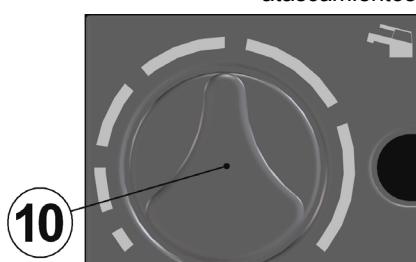

Fig. 2.7
Inoltre, nel caso che la quantità di calcare presente nell'acqua sia particolarmente elevata, **non oltrepassando la posizione di fig. 2.7** della manopola di regolazione temperatura bollitore sanitario (10), si renderanno minimi i fastidiosi fenomeni di deposito di incrostazioni ed intasamenti.
In addition, if the water is particularly calcareous, you can minimize the bother of scale and clogging by **not moving** the domestic hot water storage heater temperature adjustment knob **fig. 2.7 beyond the position indicated.**
Además, en caso de que la cantidad de cal presente en el agua sea muy elevada, **sin sobrepasar la posición de la fig. 2.7** del mando de regulación de la temperatura hervidor agua sanitaria (10), se minimizarán los molestos fenómenos de depósito de incrustaciones y atascamientos.